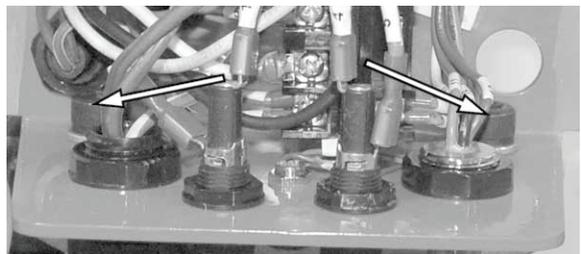

Figure 29.
6. Voir Figure 29. Prenez soin de ne pas endommager les fils électriques. Enlevez les deux boulons du support électrique.